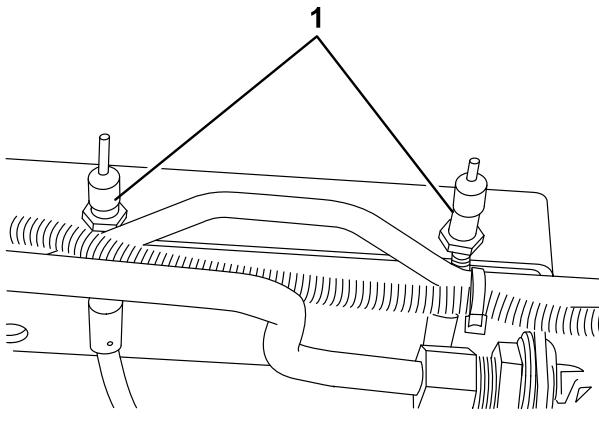

Figura 75
2. Para reduzir a folga dos pedais de travão, aperte-os, libertando a porca dianteira que se encontra na extremidade roscada do cabo do travão (Figura 75). Aperte a porca traseira para deslocar o cabo para trás até que os pedais dos travões apresentem uma folga de 1,2 a 2,5 cm. Aperte as porcas dianteiras após a conclusão do ajuste.